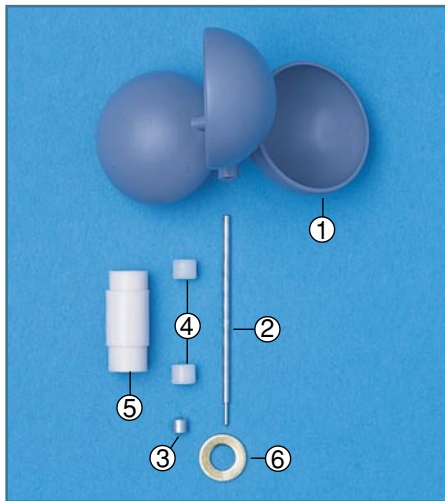

Bild 1: Die mechanischen Einzelteile rund um das Flügelrad.
An die Mechanik des Hand-Windmessers sind aufgrund der Notwendigkeit, das Flügelrad nahezu ohne Reibungsverluste zu lagern, besondere Anforderungen gestellt. Abbildung 1 zeigt die für die Lagerung des Flügelrades verantwortlichen Einzelteile. Das Flügelrad (1) wird auf der Edelstahlwelle (2) befestigt. Weiterhin befindet sich der Ringmagnet (3) auf der Welle. Der rotierende Ringmagnet erzeugt ein magnetisches Wechselfeld, über das, wie später im Detail betrachtet, die Drehzahl des Flügelrades gemessen wird. Gelagert wird die Welle reibungsarm in 2 Teflon-Lagern (4), die in die Lagerbuchse (5) eingepresst werden. Das untere Ende der Welle ist zur Reibungsverminderung auf 45° angeschragt. Die so entstehende Spitze läuft im Gehäuseunterteil auf einer Messingscheibe (6).